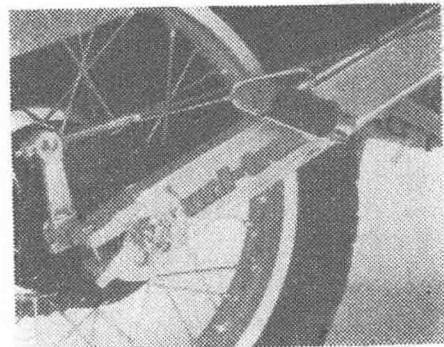

图34 川崎
- ① 制动鼓设计成防水构造，由钢丝绳或拉杆操纵。现多使用在越野车上(图34)。